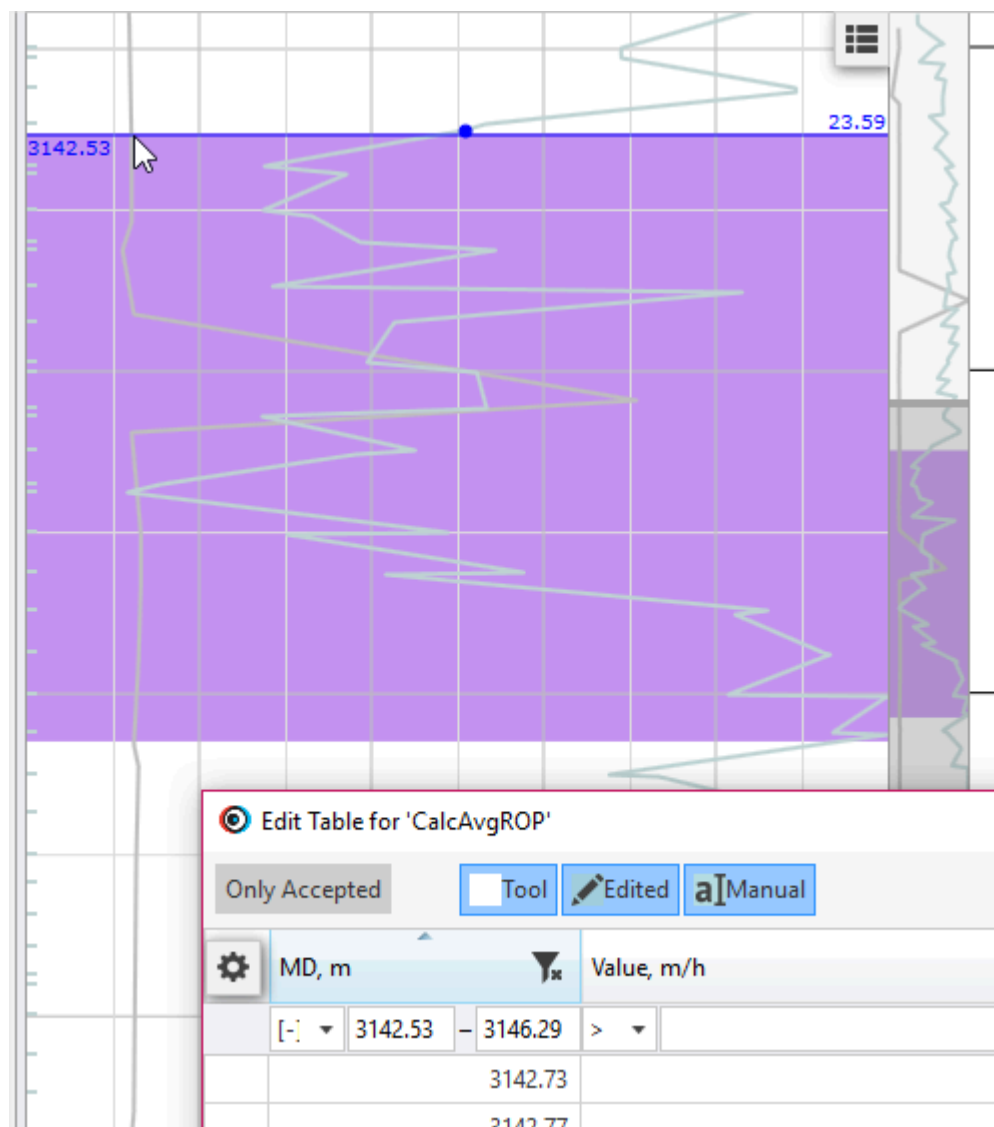

Рис. 5.3.4 Фильтрация по выделенному на графике диапазону
**Совет:** вы можете установить диапазон фильтрации по оси при открытии окна *Edit Table*. Для этого выделите мышью нужный диапазон на графике (Рис. 5.3.4) и откройте окно *Edit Table* одним из перечисленных способов. В этом случае фильтр в столбце текущей оси будет соответствовать выделенному на графике диапазону.